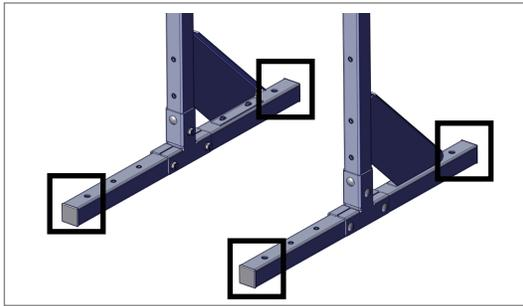

Fig. 9
7. (Recomendado) Coloque cuatro (4) tornillos o anclajes de expansión (no incluidos) a través de la base de las patas para evitar el riesgo de que la caldera se incline hacia adelante (Fig. 9).